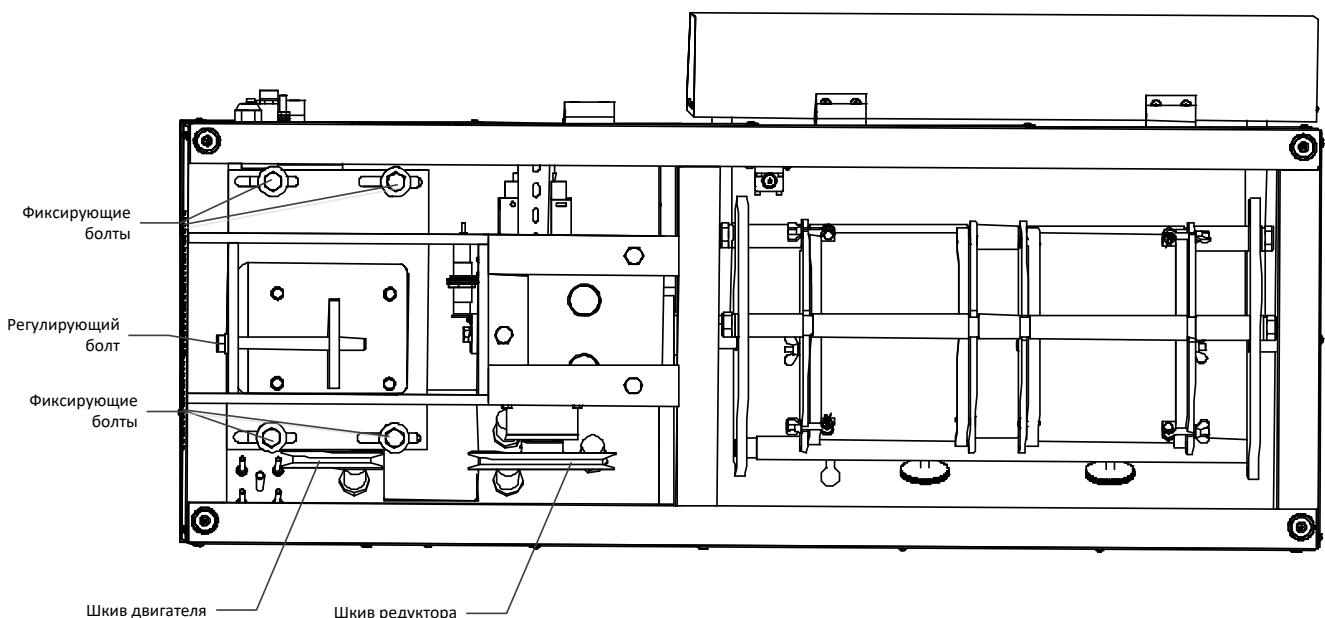

Рисунок 6 – Регулировка натяжения ремня
- 9.3 Для регулировки натяжения приводного ремня ИМД-10 установить согласно рис. 6.